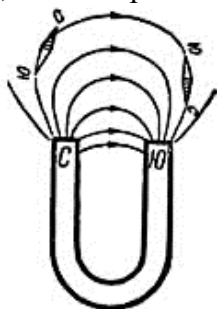

Рисунок 9.6
3) Линии магнитной индукции дугообразного (подковообразного) магнита (рисунок 9.6).